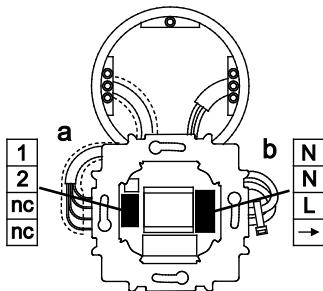

Рис. 2: Механизм реле 1539 U-500
3. Соберите вместе жилы сетевого кабеля (230 В) с помощью прилагаемых кабельных стяжек (Рис. 2: b).
4. Линии низкого напряжения проведите через прилагаемый изолирующий шланг (Рис. 2: a).